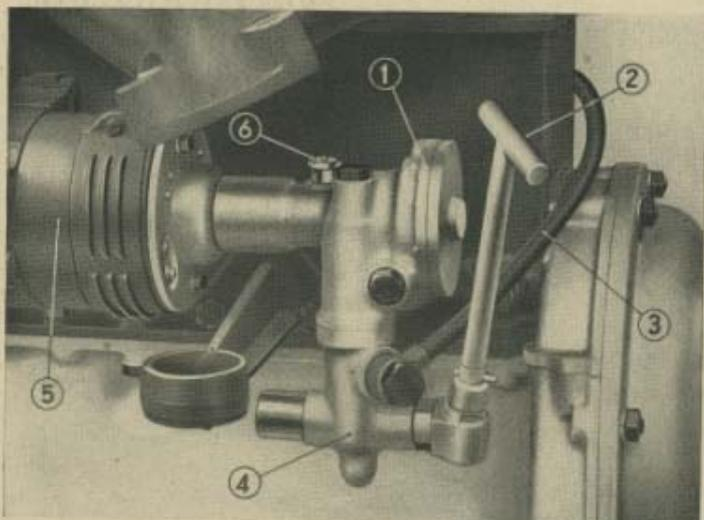

Fig. 20. - Pompa acqua e rubinetto scarico acqua dal radiatore e dal motore.
La pompa è fissata sul lato sinistro del motore ed è comandata direttamente dall'albero della dinamo (ved. fig. 20).
Ogni 2000 km. di percorso occorre lubrificare l'alberino stesso iniettando nel raccordo a valvola (6), mediante un'apposita pompa, del Mobilgrease N. 2 della Vacuum (vedi fig. 20).
In queste condizioni l'acqua giunge al radiatore in quantità minima e la circolazione nel motore avviene attraverso il tubo (3) ed il collettore di aspirazione (vedi fig. 20).